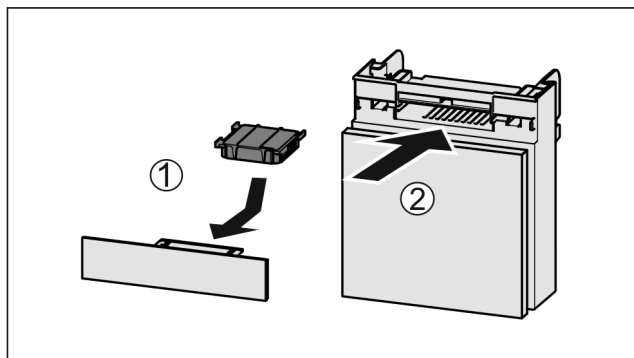

Fig. 60
- ▶ Filtr s aktivním uhlím vložte podle vyobrazení Fig. 60 (1).
- ▶ Zásuvku zasuňte Fig. 60 (2).